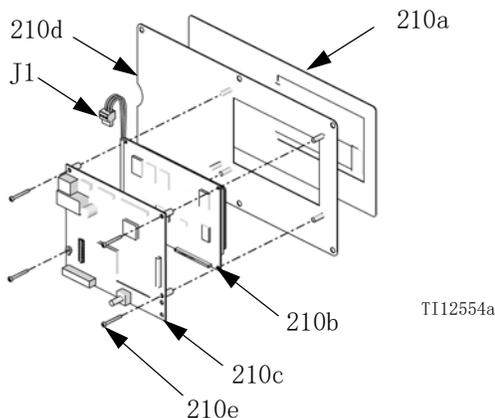

图 15: 显示屏接口
4. 拧下 4 个螺钉（210e）并卸下显板组件（210b、210c）。图 15。
7. 组装新零配件时，显板（210c）上的连接器 J2 对准图形显示屏（210b）的插口。将它们压在一起。参见图 15。
10. 将所有连接器插入显板（210c）。图 15。确认门开关时不会挤夹电缆。